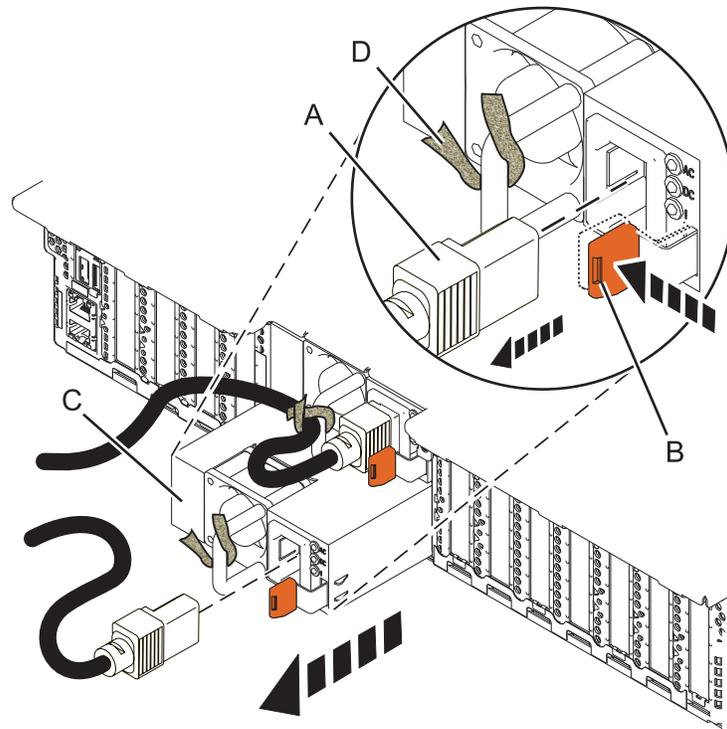

Figure 10. Retrait d'un bloc d'alimentation du système
3. Etiquetez et déconnectez le cordon d'alimentation en tirant sur son extrémité (A) pour l'extraire du bloc d'alimentation dans la direction indiquée dans figure 10, à la page 13.
4. Pour dégager le bloc d'alimentation de sa position dans le système, poussez le taquet de verrouillage terracotta (B) dans la direction indiquée dans figure 10, à la page 13.
5. Pour libérer le cordon d'alimentation fixé sur la poignée, desserrez l'attache velcro (D) et tirez sur le cordon d'alimentation pour l'extraire du bloc d'alimentation (C). Veillez à conserver l'attache velcro (D) sur le cordon d'alimentation.
6. Tirez sur le bloc d'alimentation (C) pour l'extraire du système comme illustré à la figure 10.